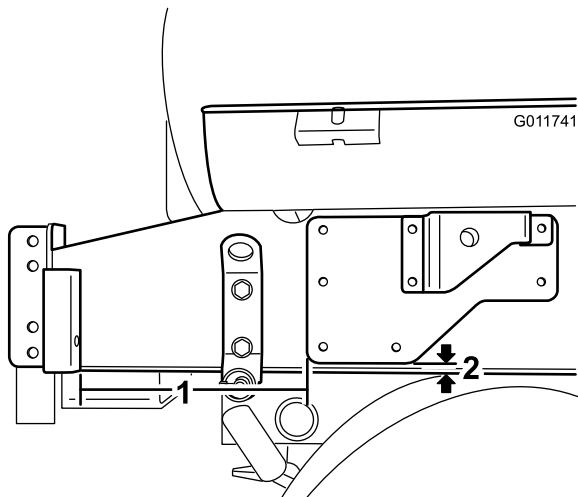

Figura 2
3. Coloque el soporte derecho en el lado derecho del patín del depósito según se muestra en Figura 2. Utilice un punzón para marcar los 8 taladros en el soporte.